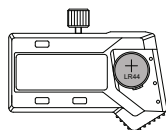

fig.2
---Placer la pile LR44 dans le logement de la pile, le côté positif de la pile (+) doit être orienté vers l'extérieur (fig.2).